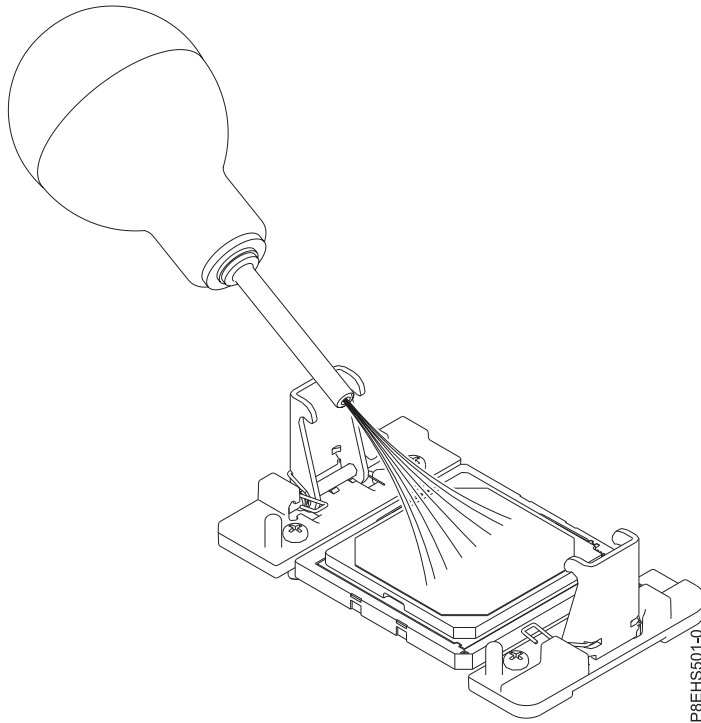

Figura 157. Extracción de los restos de polvo o suciedad del área del módulo del procesador del sistema
5. Quite el polvo y la suciedad del área del módulo del procesador del sistema. Si hay polvo o restos de suciedad, utilice la bomba de aire suministrada (número de pieza 45D2645) para limpiar el área del módulo del procesador del sistema. Sople pequeñas ráfagas de aire desde el centro a los lados del módulo del procesador del sistema, como se muestra en la Figura 157 en la página 141. Si su bomba de aire no está montada, tal como se muestra en Figura 157 en la página 141, fije la punta a la bola.